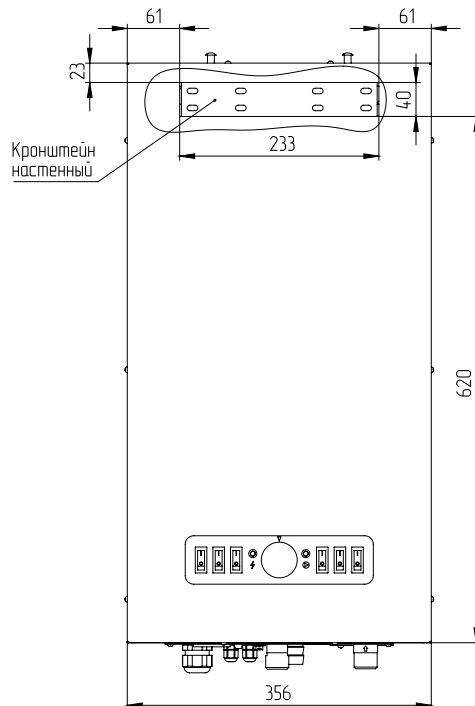

Рис.4 Positionирование котла относительно кронштейна
6.4.1. В котле установлен возвратный датчик перегрева на 95°C (поз.7, Рис.5). При его срабатывании котел отключает нагрев (отключается контактор (поз.13, Рис.1B), но циркуляционный насос продолжает работать, отводя горячий теплоноситель в систему отопления. Датчик подключается к колодке подключения датчиков (поз.7, Рис.4) и может быть заменен в случае выхода из строя.
- Термостат подключен или к «ТЭНБ 1» (поз.2, Рис.4) или к «ТЭНБ 2» (поз.3, Рис.4). В данном случае с помощью термостата мы подключаем только 50% мощности, что дает нам возможность при установке котла резервировать мощность на будущее или просто использовать половину ресурса котла, и каждый год переподключать термостат, обеспечивая равномерный износ котла;
- Подключено 2 термостата или управляющих реле к «ТЭНБ 1» (поз.2, Рис.4) и к «ТЭНБ 2» (поз.3, Рис.4).